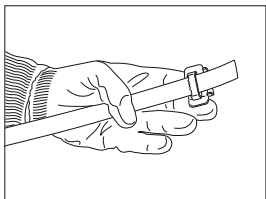
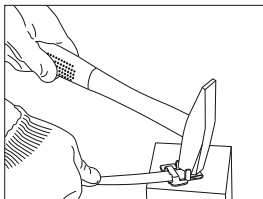

Рисунок 1
Рисунок 2
- конец ленты бандажной вставить в специальную скрепу СГ-20/СУ-20 (рисунок 1) и согнуть при помощи молотка (рисунок 2);